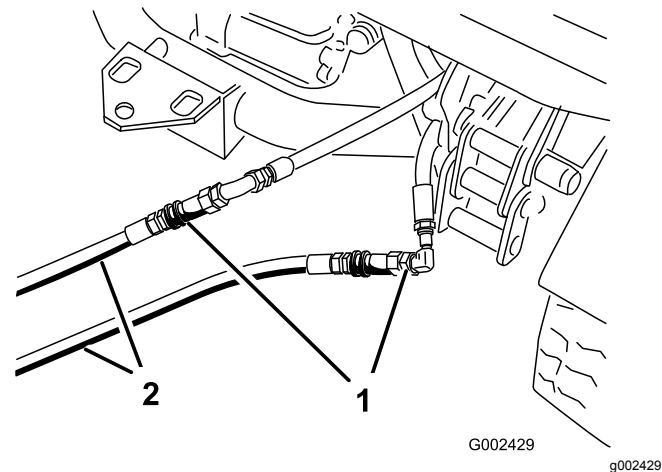

Figura 84
3. Sulla macchina in panne collegate i due tubi d'intervento ai tubi scollegati in precedenza (Figura 84).